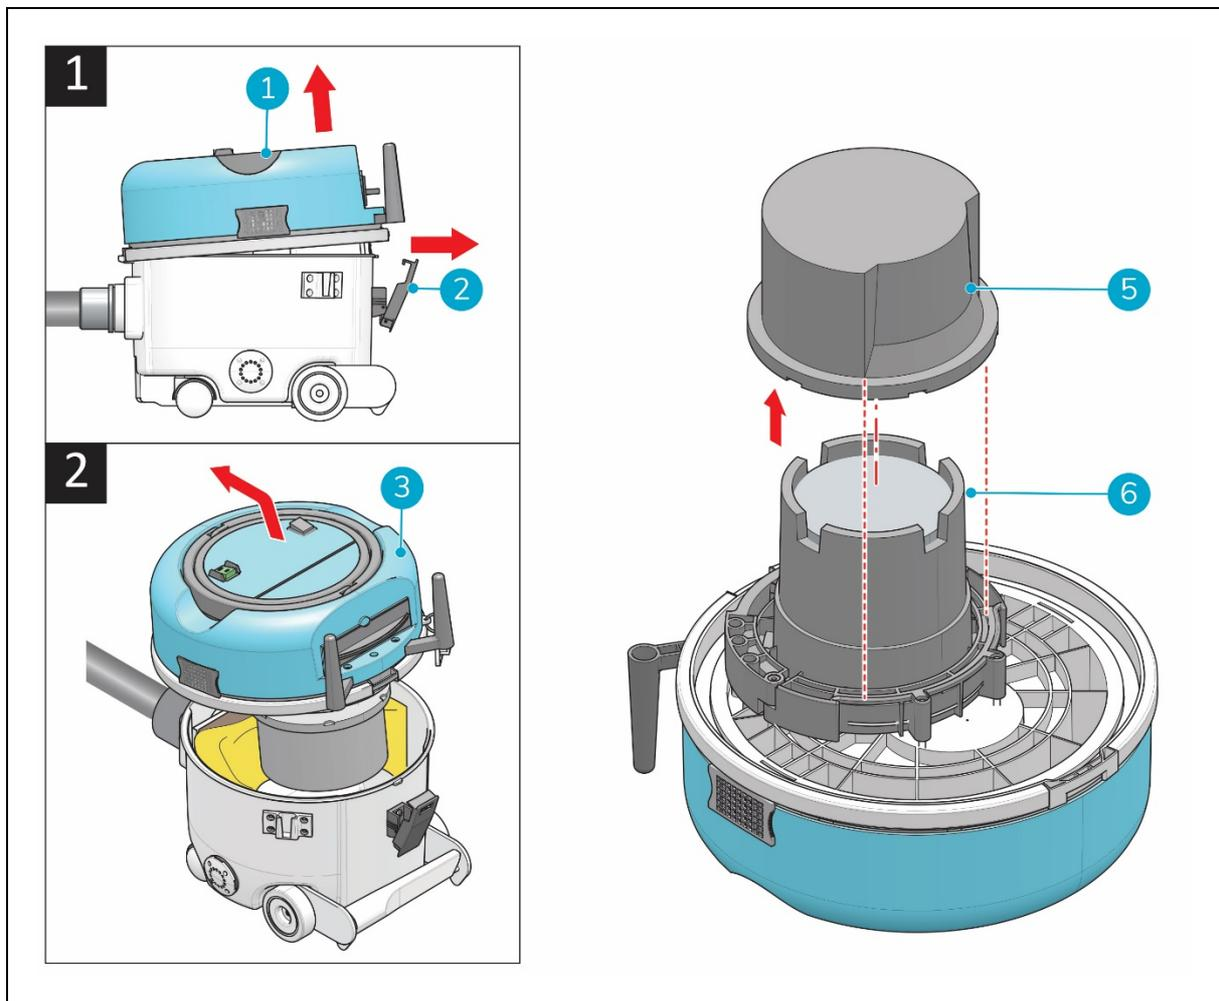

Figura 23
8. Vuelve a colocar el filtro del motor. Alinea el troquelado del filtro con las ranuras del cabezal de la i-vac 6® (ver figura 23).